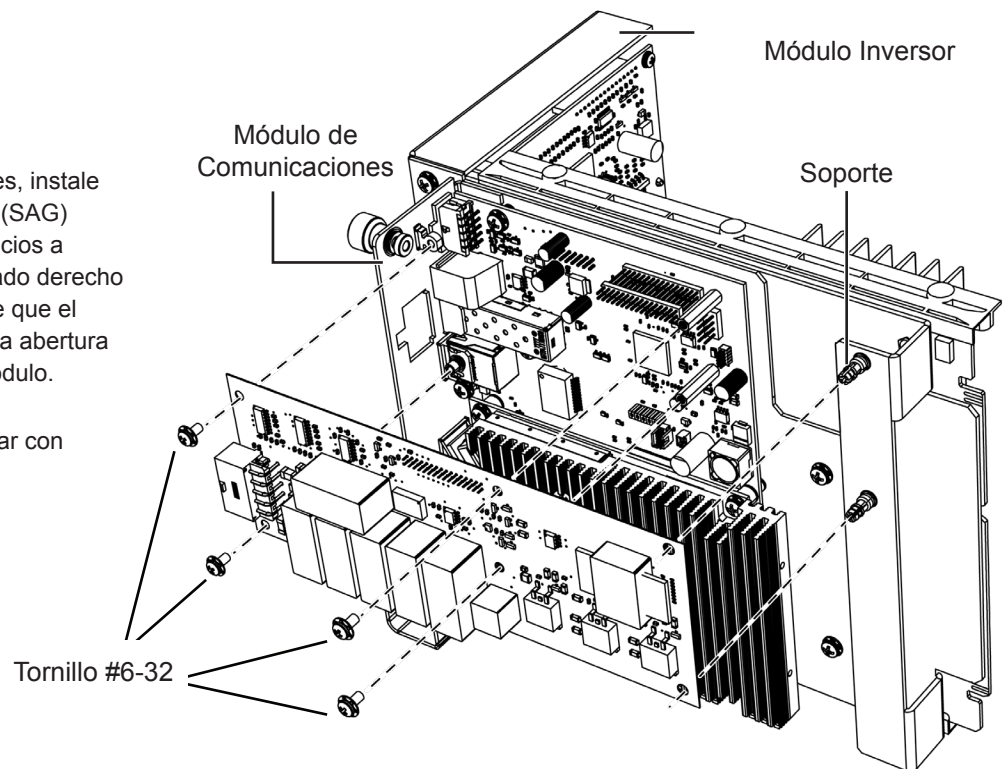

Fig. 2-15, Instalación del SAG
2. En el Módulo de Comunicaciones, instale la tarjeta del Smart AlphaGuard (SAG) presionando firmemente los orificios a través de los dos soportes del lado derecho (consulte la Fig. 2-15). Verifique que el conector del SAG coincida con la abertura para el puerto del SAG en el módulo.